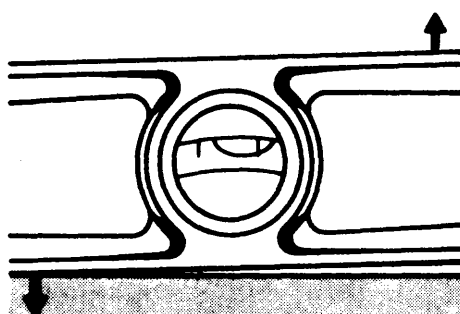

Fig. 2
- 2) Si la burbuja está desplazada, baje la parte del nivel hacia donde se desplazó o eleve la parte opuesta al desplazamiento de la burbuja hasta que ésta, quede centrada entre las marcas (figs. 2 y 3).